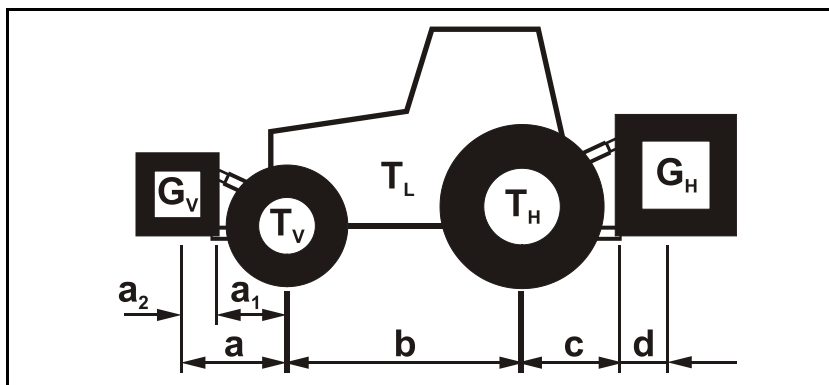

Fig. 50
2. Skru ut låseskruen (Fig. 50/1) på vernetrakten.